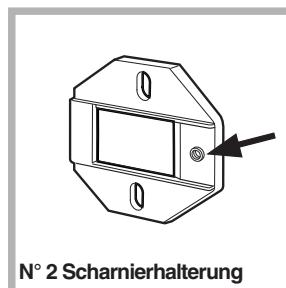

Abb. 1
- Montieren Sie die Scharnierhalterungen an der Front, dabei wird die Bohrung (*siehe Pfeil auf Abb. 1*) nach innen zur Front positioniert und ein Distanzstück eingelegt (*Abb. 4/B*), verwenden Sie Schrauben vom Typ **C**.